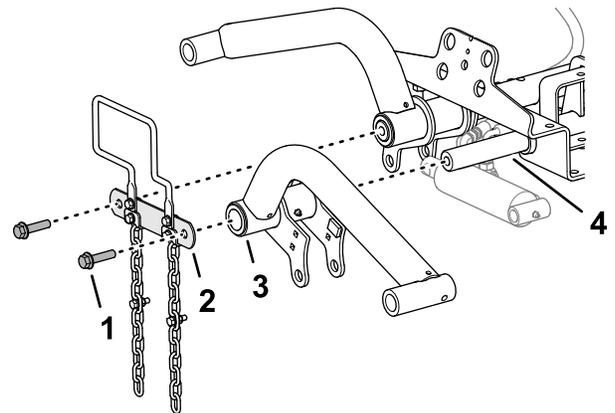

Figura 11
1. Monte os braços de elevação nos veios da articulação dos braços de elevação como mostrado na (Figura 11).
2. Monte a ligação do veio da articulação nos veios da articulação dos braços de elevação (Figura 11) com os dois parafusos flangeados (1/2 x 2 pol.) que retirou na Preparação para instalar os braços de elevação (página 18).